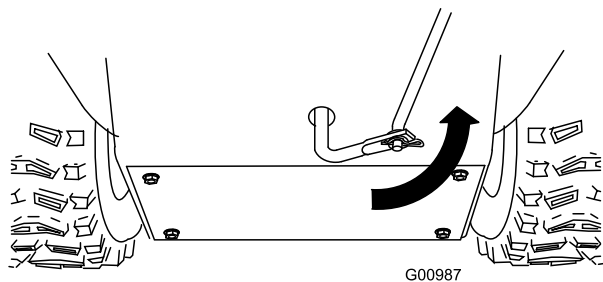

Figure 7
5. Tournez le bras de liaison inférieur complètement vers le haut (sens anti-horaire) (Figure 7).